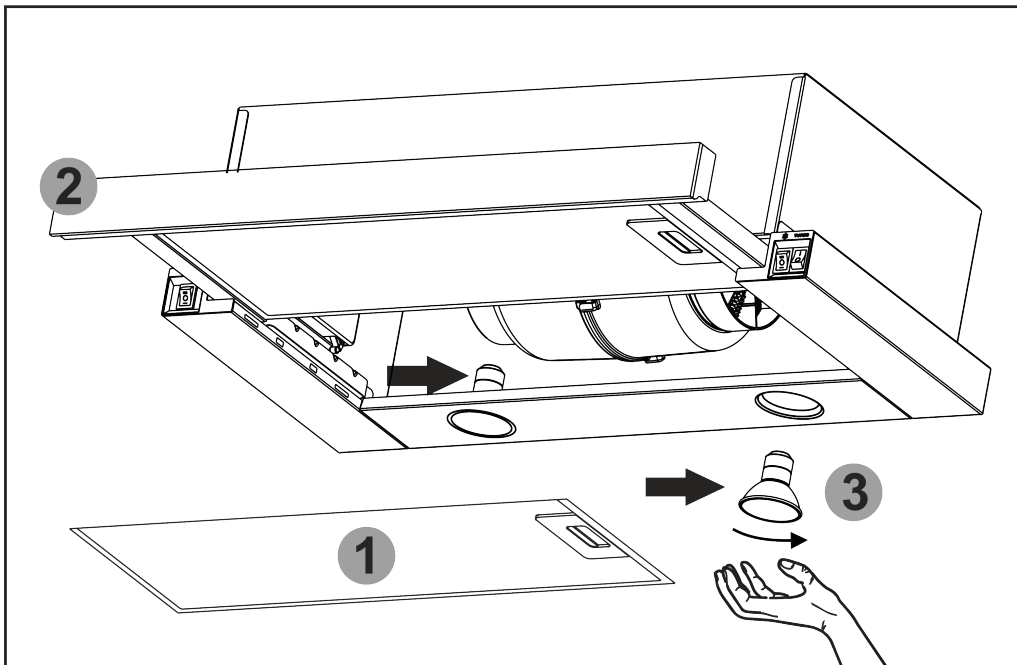

Рис.7
**8.9** На витяжці встановленні **LED SMD** лампи для освітлення робочої зони плити. Перед початком заміни ламп освітлення необхідно відключити витяжку від електромережі, дати можливість охолонути лампам. Для заміни лампи необхідно зняти алюмінієвий фільтр **1**, витягнути висувну панель з фільтром **2**, віджати тримач патрона на себе, щоб лампа **3** вийшла з корпусу витяжки, утримуючи тримач патрона, злегка надавити на лампу в напрямку патрона і, повернувши її проти годинникової стрілки, вийняти з корпусу витяжки (**рис.7**).